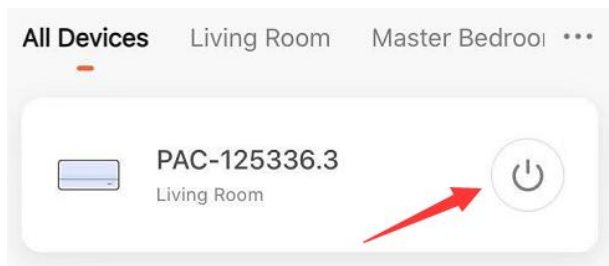

Abb.5
7. Tippen Sie auf den Pfeil oben links, um zur Homepage zurückzukehren. Sie können auch einfach das Gerät ein- oder ausschalten. (Abb. 5)